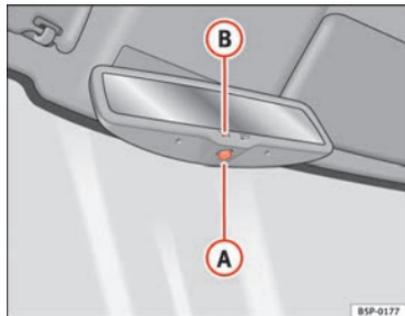

Fig. 90 Retrovisor interior com regulação automática para posição de antiencandeamento.
- Premir o botão **A** ⇒ fig. 90. O aviso de controlo **B** apaga-se.
- Premir o botão **A** ⇒ fig. 90. O aviso de controlo acende-se.